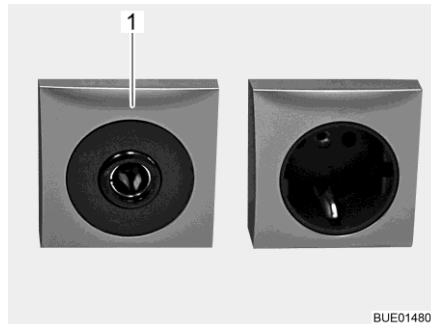

Fig. 177 Prise de courant 12 V/10 A
- ▷ Ne brancher aux prises de courant (Fig. 177,1) du réseau de bord 12 V que des appareils de maximum 10 A.